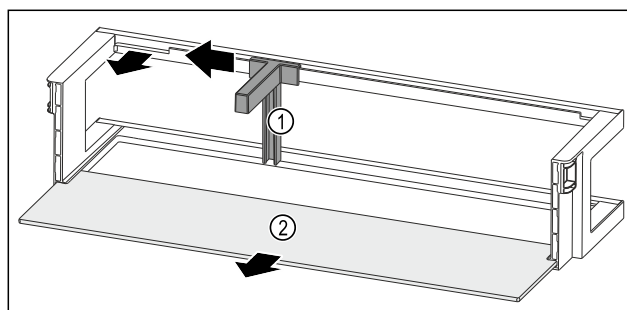

Fig. 138 Türabsteller mit Flaschenhalter und Abstellfläche
- Flaschenhalter Fig. 138 (1) bis zur Aussparung zur Seite schieben.
- Flaschenhalter Fig. 138 (1) entnehmen.
- Abstellfläche Fig. 138 (2) entnehmen.